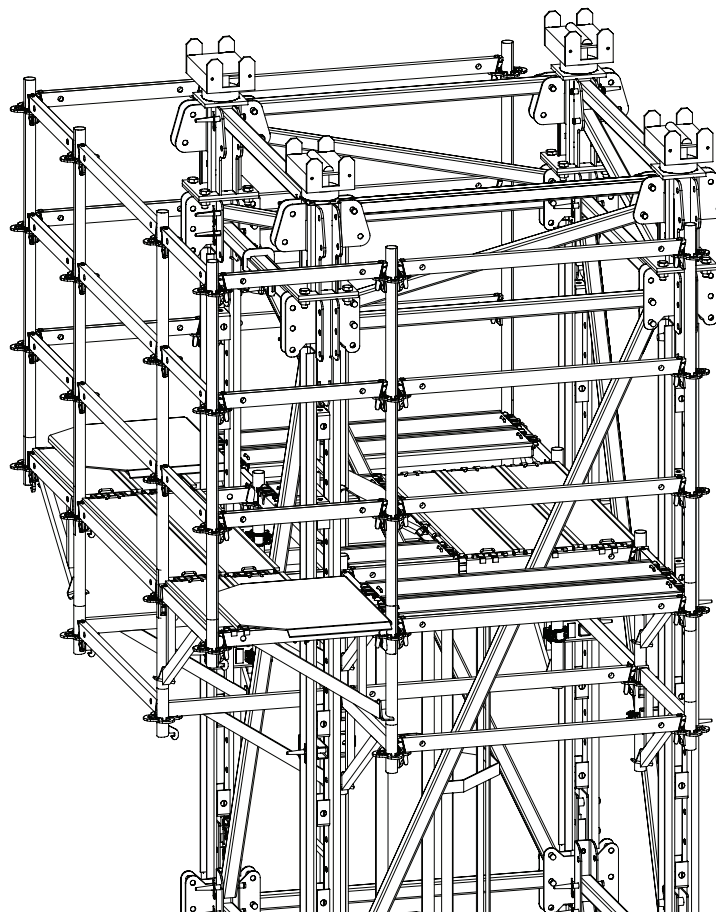

Fig. A1.37
2. Completare il montaggio della torre. (Fig. A1.37)